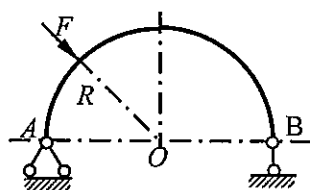

图 13
- 1 写出图 13 示半圆曲杆(半径为 R)的轴力、剪力和弯矩的方程式, 并作弯矩图。(10 分)